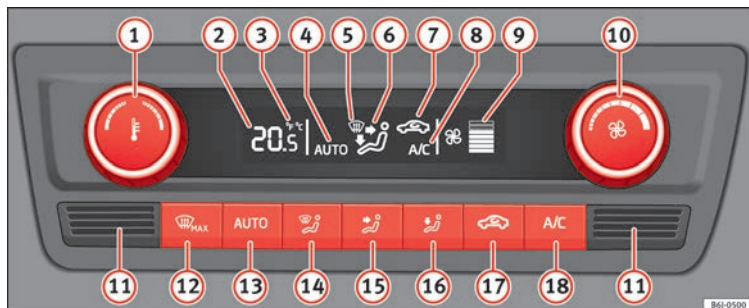

Fig. 171 Climatronic: elementos de manejo.
- (18) » fig. 171 encendido.
Cuando pulse una tecla se activará la función correspondiente, poniendo en marcha el climatizador si estuviera desconectado, excepto con la tecla (17) » fig. 171 (recirculación).
- Gire el mando (10) hacia la izquierda hasta que se apaguen los segmentos de la columna (9) » fig. 171.
- Pulse la tecla **AUTO** **13** » » **fig. 171**.
Mantenga pulsadas simultáneamente durante **2 segundos** las teclas **AUTO** y **A/C** » » **fig. 171**. En la pantalla aparecen los datos en unidades deseadas.
- En la parte inferior se encuentra el sensor de la temperatura interior **13** » » **fig. 171**. No lo cubra con adhesivos ni de otra forma, ya que podría influir negativamente sobre el funcionamiento del Climatronic.
- Pulse la tecla **AUTO** **13** » » **fig. 171**, en la pantalla aparece **AUTO**.
- Al conectar el encendido puede utilizar el mando **1** » » **fig. 171** para ajustar la temperatura interior deseada.
- Pulse la tecla  **17** » » **fig. 171**, en la pantalla aparece el símbolo .
- Pulse la tecla  **17** » » **fig. 171**, en la pantalla desaparece el símbolo .
- Gire el mando  **fig. 171** hacia la izquierda (bajar la velocidad) o hacia la derecha (subir la velocidad).
- Pulse la tecla   **fig. 171**.
- Pulse varias veces la tecla   **fig. 171**, o pulse la tecla .